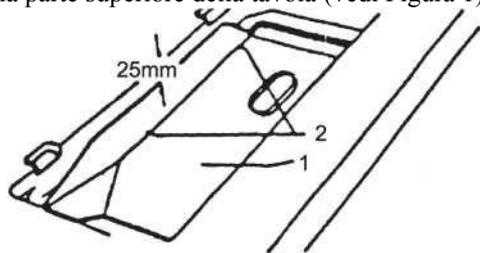

Figura 1
(1) Fissaggio della bacinella
Fissare la bacinella(1) con 4 chiodi (2) sulle aperture del taglio tavola. Assicurarsi che la distanza tra la bacinella e la superficie della tavola sia pari a 25 mm. La parte superiore della bacinella deve essere in linea con la parte superiore della tavola (vedi Figura 1).